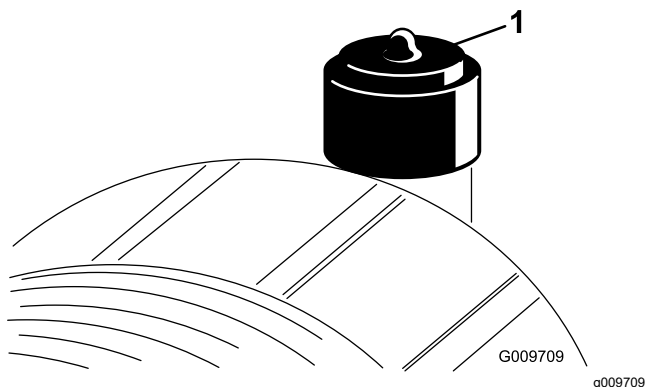

Figure 51
N'effectuez l'entretien de l'élément filtrant du filtre à air que lorsque l'indicateur de colmatage (Figure 51) indique que cela est nécessaire. Ne remplacez pas l'élément filtrant plus fréquemment que nécessaire ; cela ne fait qu'accroître le risque de contamination du moteur par des impuretés quand l'élément est déposé.
2. Réarmez l'indicateur de colmatage (Figure 51) s'il est rouge.